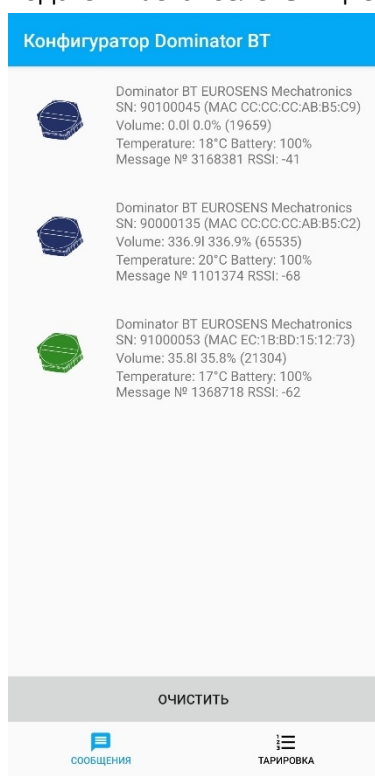

Рис.15.
2. В закладке «сообщения» выбрать ДУТ который собираемся калибровать. Выбранный ДУТ подсвечивается зеленым цветом (Рис.15).